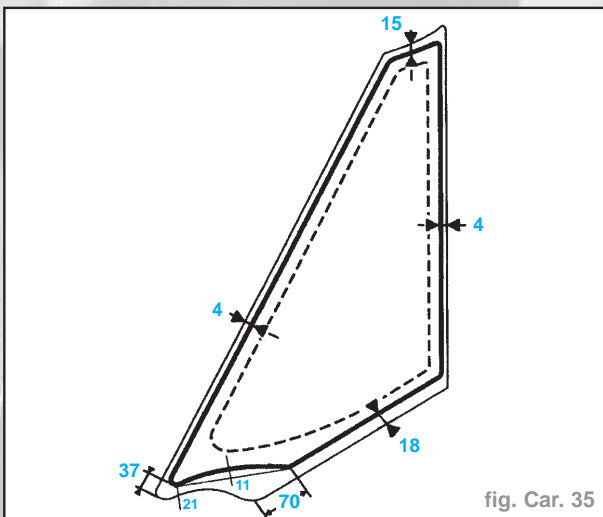

fig. Car. 35
- Poser les cales (B) sur l'aile, les cales (C) sur les joncs de fixation du garnissage sur la baie, la cale (D) sur le déflecteur.
- Présenter la vitre, positionner les cales (E) entre le pare-brise et la face avant du déflecteur, repérer la position du déflecteur à l'aide de ruban adhésif.
- le cordon comme indiqué sur le dessin en partie inférieure pour ne pas coller l'aile (fig. Car. 35).